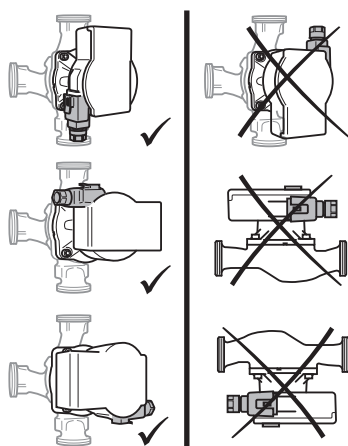

Fig. 2: Posições de montagem
- Selecionar o local de instalação de acordo com a posição de montagem admissível (Fig. 2).
- Ter em atenção a posição admissível de instalação (Fig. 2) da bomba e, se necessário, rodar a cabeça do motor (2+6).
- Ter atenção à posição de montagem admissível de montagem (Fig. 2) e a seta de circulação dos fluidos no corpo da bomba (1).
- Enroscar os 4 parafusos no corpo (5).